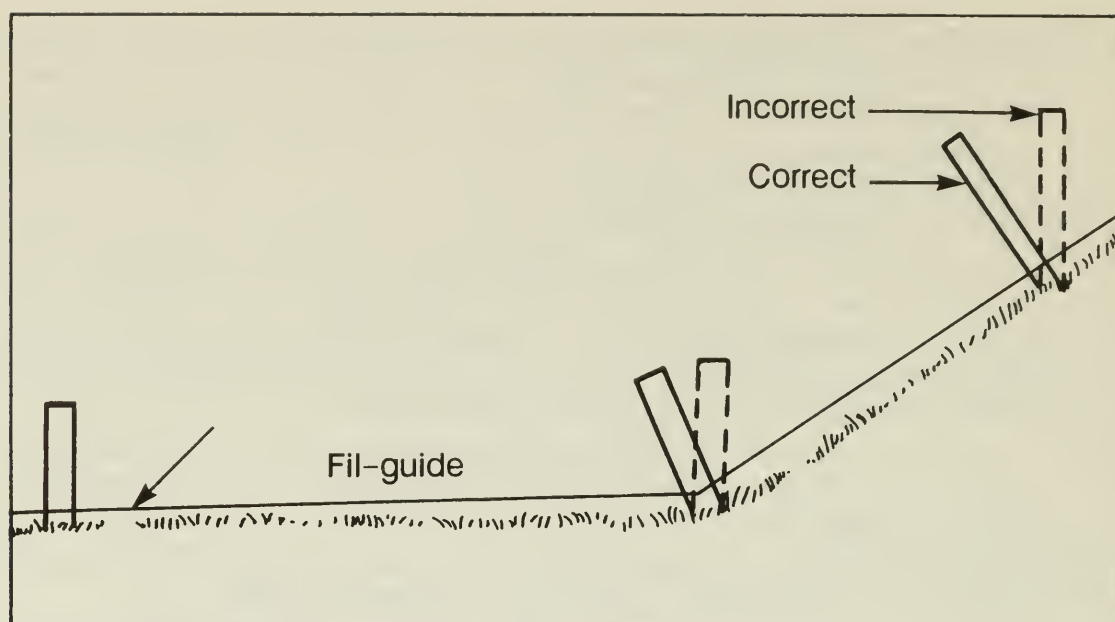

Fig. 34 Position verticale des poteaux intermédiaires.
4. Sur terrain accidenté, il faut prendre soin de planter tous les poteaux perpendiculairement à la surface du sol (fig. 34). Cette façon de faire permet au sol de conserver une stabilité optimale en plus de maintenir constante la hauteur de la clôture.